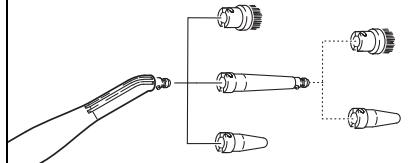

Fig. 8
- Punktstråledysen (D1) kan også benyttes sammen med forlengeren (D2), rundbørsten (D3) eller powerdysen (D4) (se fig. 8). Stikk da tilbehørets utsparinger inn i punktstråledysens sperreanordninger og drei med urviserne til de går i inngrep.